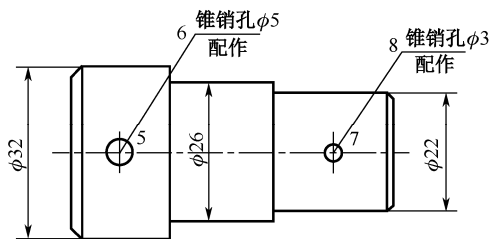

图 4-112 标注销孔尺寸
(1) 将“销孔标注”设置为当前多重引线样式。
(2) 单击“注释”面板中的“引线”按钮 ，指定引线基线的位置为圆心点5、点6，如图4-112所示，采用默认文字标注销孔尺寸，操作过程与标注倒角“C1”的过程相同。
(3) 采用同样的方法指定引线基线的位置为圆心点7、点8，如图4-112所示，采用默认文字标注销孔尺寸。
第六步, 编辑销孔尺寸。双击点7、点8处的销孔标注尺寸，打开“在位文字编辑器”，将“锥销孔 $\phi 5$ ”改为“锥销孔 $\phi 3$ ”，如图4-112所示。
完成所有标注后，结果如图4-112所示。